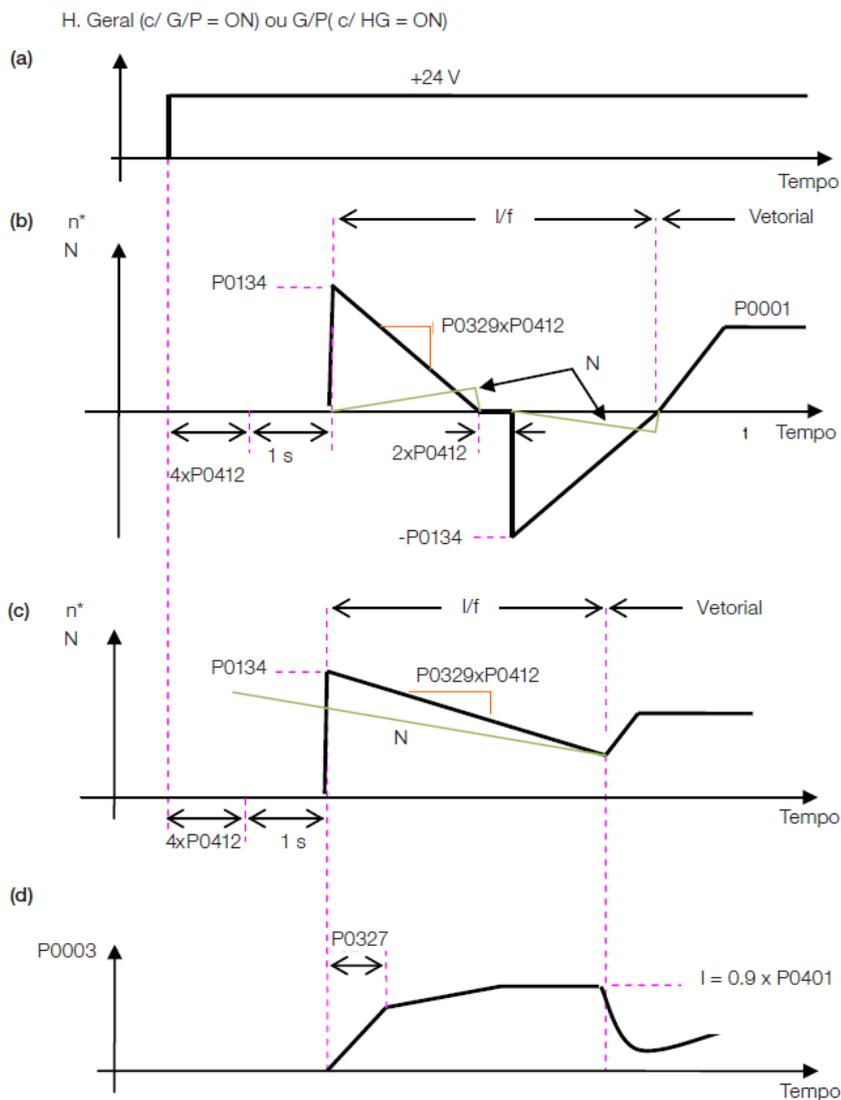

Figura 11.4: (a) a (d) Influência de P0327 e P0329 durante o Flying Start (P0202 = 4)
O comportamento da Função Flying Start (FS) no modo sensorless durante a aceleração e a re-aceleração pode ser compreendido a partir da Figura 11.4 na página 11-13.
Na Figura 11.4 na página 11-13 é apresentado o comportamento da referência de velocidade quando a função FS é iniciada com eixo do motor parado e P0329 pequeno (não otimizado).
A Figura 11.4 na página 11-13 apresenta a referência de rotação quando a Função FS é iniciada com o eixo do motor girando no sentido desejado ou com o eixo parado e P0329 já otimizado.